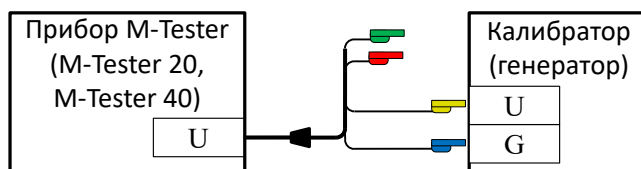

Рисунок 9.3 – Схема измерения переменного напряжения в фазе «А»
- собрать электрическую принципиальную схему (рисунок 9.3) для фиксации напряжения переменного тока, измеренного прибором в фазе «А».